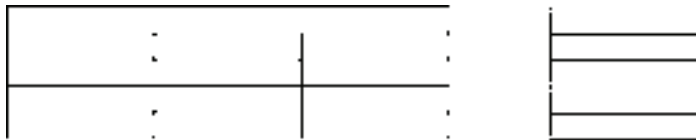

图 8-75 打开素材
1) 按〈Ctrl+O〉组合键，打开配套光盘提供的“第 8 章/8.4.3 合并表格.dwg”素材文件，结果如图 8-75 所示。